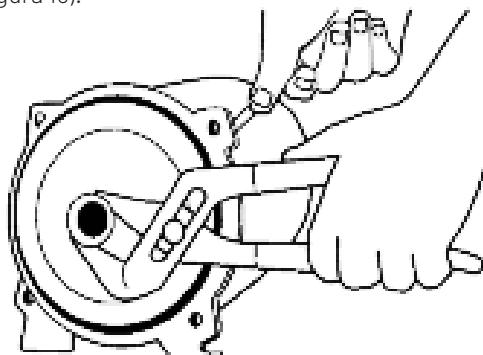

Figura 16: Retire el impulsor
4. Retire el impulsor sujetando el eje de la bomba con un destornillador colocado en el extremo ranurado del eje del motor y girando el impulsor en sentido antihorario (Figura 16).